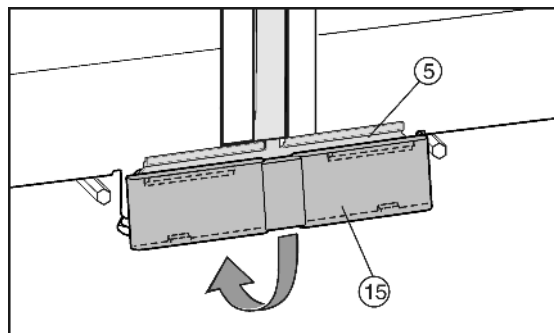

Fig. 11
- Die untere Abdeckung Fig. 11 (15) von oben auf das Verbindungsblech Fig. 11 (5) aufsetzen und unten einrasten.